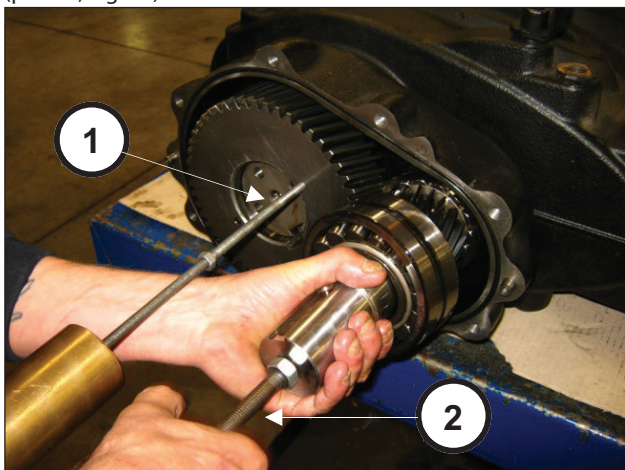

Fig. 11
Para poder desmontar el grupo del piñón y la corona, es necesario colocar los extractores de percusión en los 2 orificios M8 de la corona (pos. ①, Fig. 11) y en el orificio M14 del piñón (pos. ②, Fig. 11).